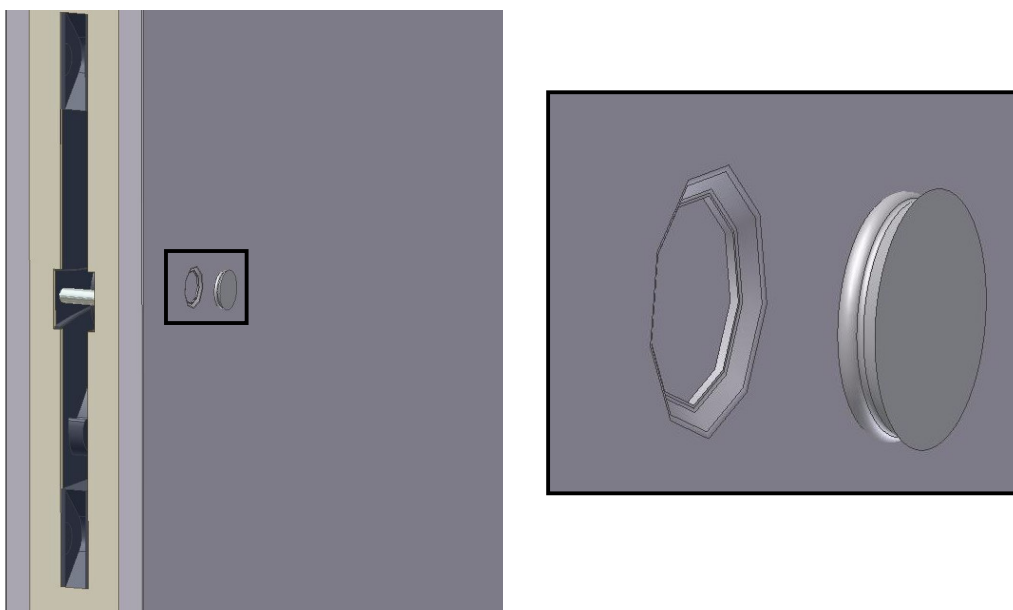

Fig. 7
- Após o aperto de todos os fechos, colocar **tampas** nos furos (Fig. 7)